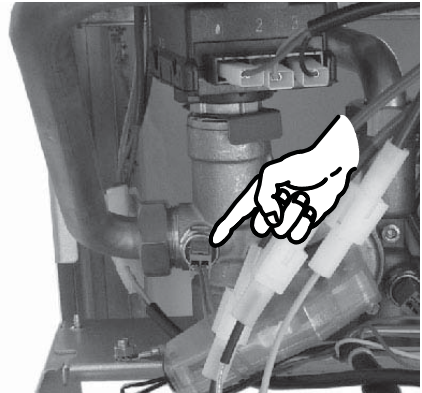

Fig. 8.3
- Desconectar la sonda de calefacción en Fig. 8.3.
- Volver a conectar la sonda de calefacción en Fig. 8.3.